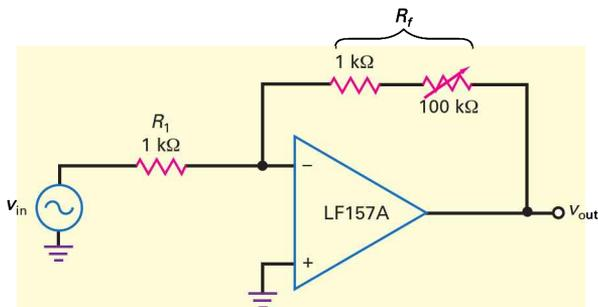

Figure 16.34
16.14 La résistance ajustable de la figure 16.34 peut varier de 0 à 100 kΩ. Calculez le gain en tension boucle fermée maximal et minimal et la bande passante.